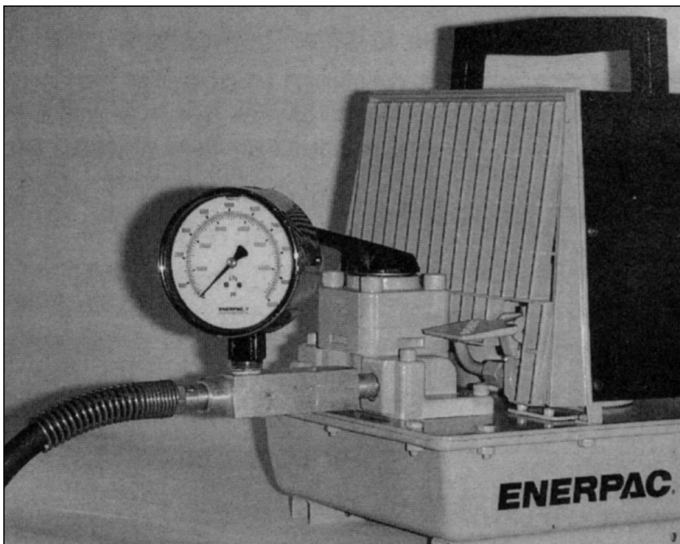

Figura 1 - Installazione del manometro
1. Applicare il sigillante alla filettatura del manometro, al raccordo NPT e all'adattatore del manometro. Effettuare i collegamenti come dall'illustrazione riportata a fianco (Figura 1).